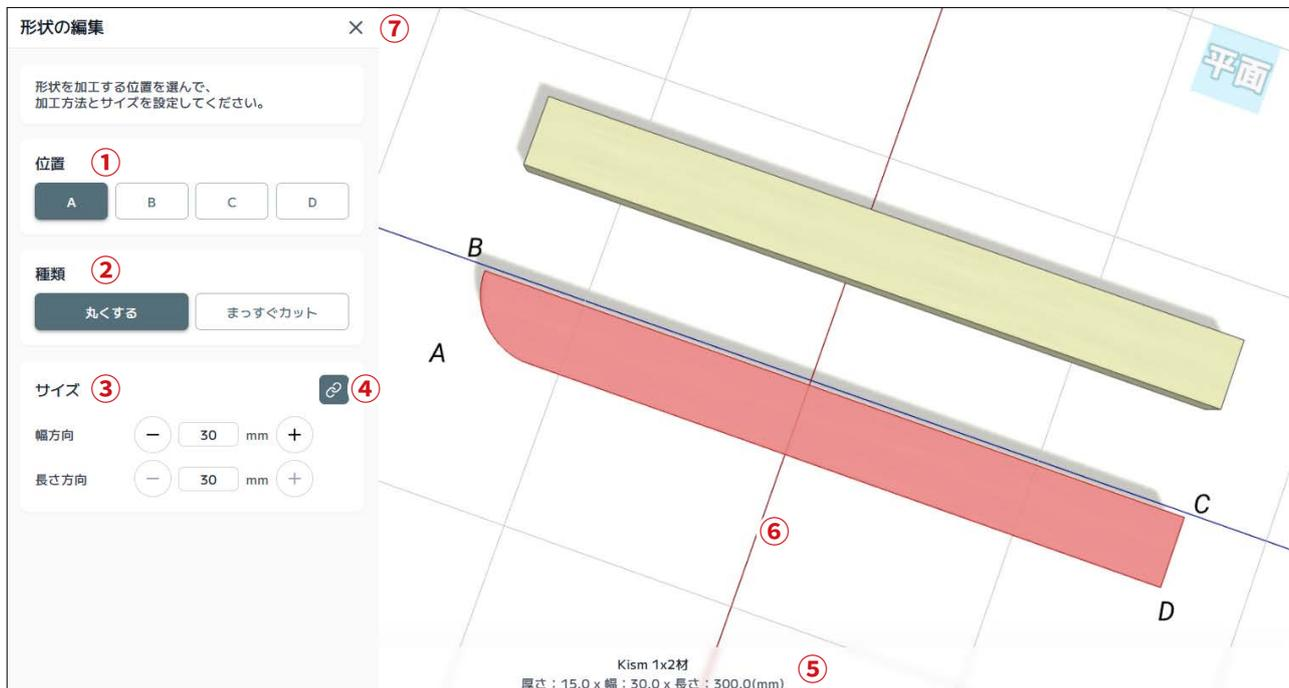

図 6-1 形状編集画面
| ⑦ 「形状編集」ボタン | 形状編集画面に切り替わります。(図 6-1) |